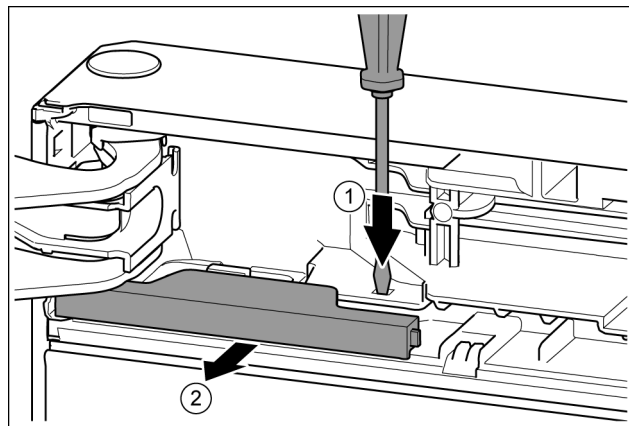

Fig. 14
- За допомогою шліцевої викрутки притисніть накладку. Fig. 14 (1)
- Витягніть кришку з фіксатора. Fig. 14 (2)